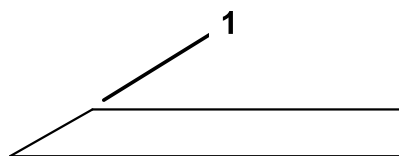

Рисунок 40
1. Заточите напильником режущую кромку на обоих концах ножа (Рисунок 40).